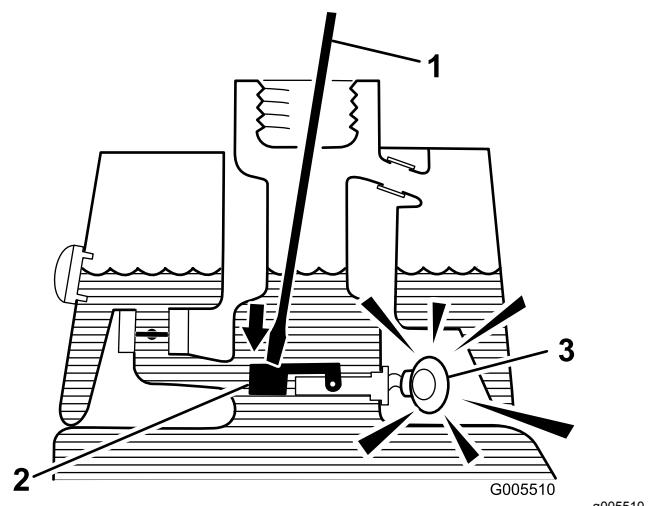

Bild 41
3. Stecken Sie eine saubere Stange oder einen Schraubenzieher in den Einfüllstutzen des Behälters und drücken Sie den Schwimmerschalter (Bild 41) leicht nach unten. Der Alarm sollte nach einer Sekunde ertönen.